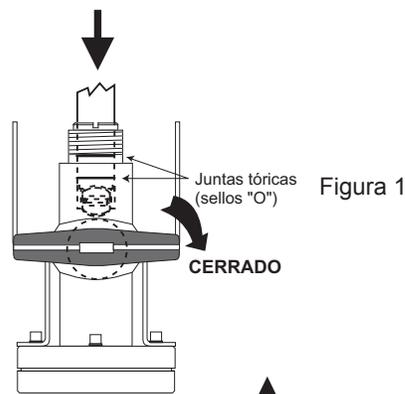

Figura 1
3. Cierre la válvula esférica. (Figura 1)